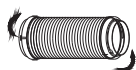
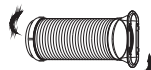

Fig. 16a
Fig. 16b
1. Instale el adaptador B y el adaptador I en la manguera de escape como se muestra en Fig. 16a o Fig. 16b. Consulte las páginas anteriores para el kit de instalación de ventana.